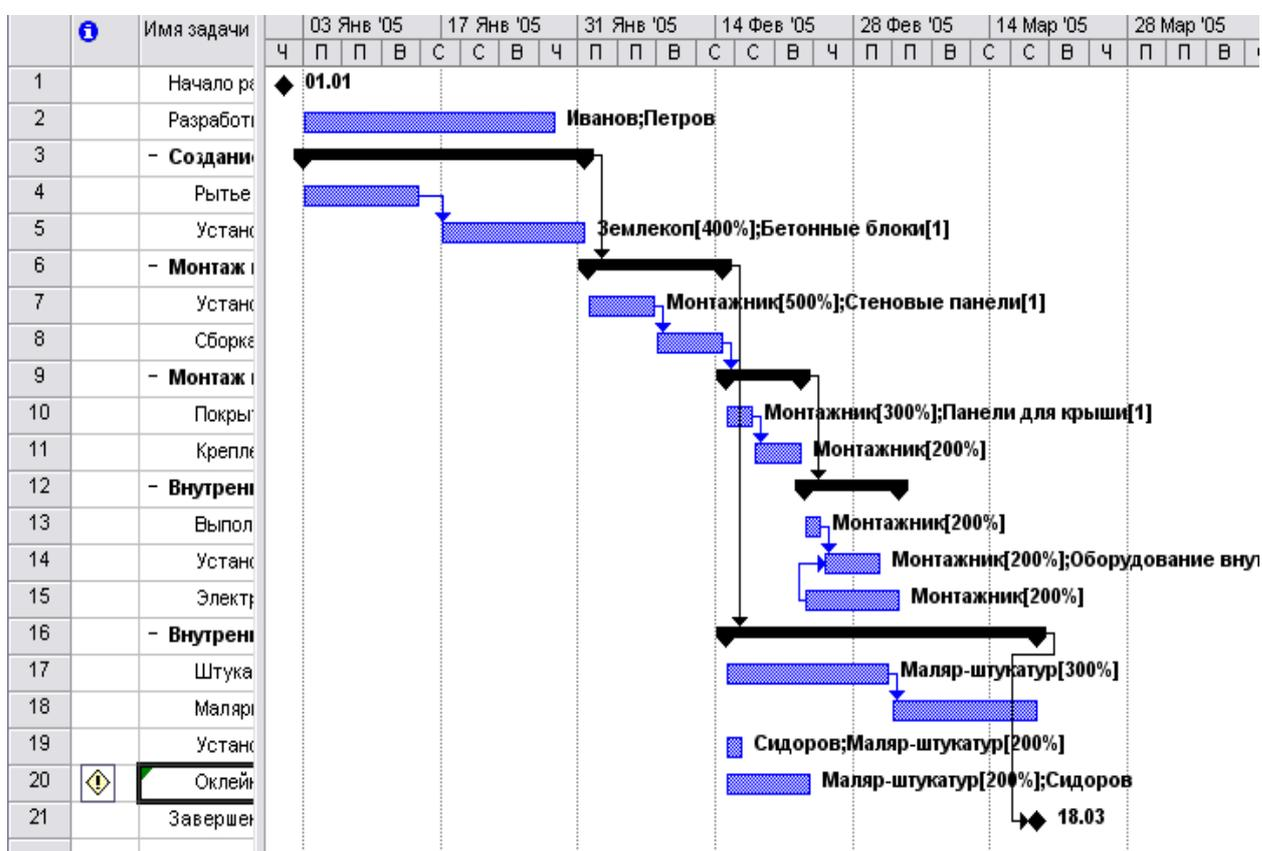

Рис.13. Все ресурсы назначены
- Назначьте задаче Оклейка обоями ресурс Маляр-штукатур в количестве 200% и сотрудника Сидоров (рис.13.).